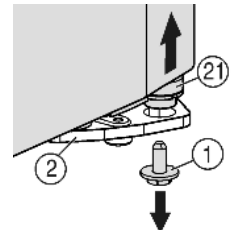
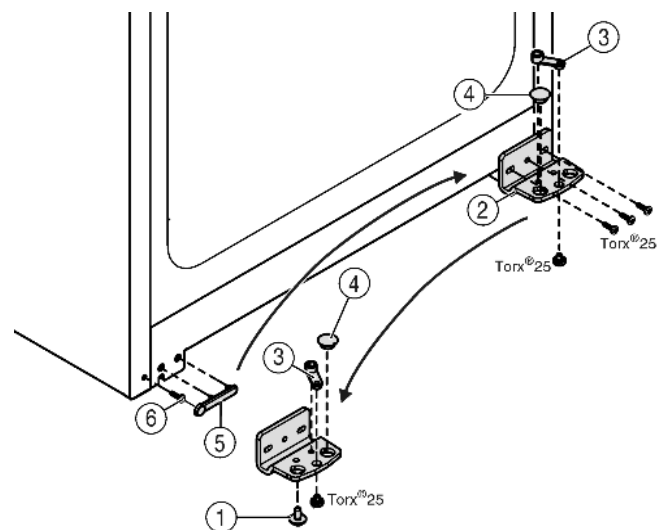

Fig. 6
Fig. 7
- ▶ Rechts onder aan de lagerbus de borgschroef Fig. 6 (1) uitdraaien.
- ▶ De lagerbout Fig. 6 (21) komt uit de lagerbus Fig. 7 (2) los.
- ▶ Indien de lagerbout Fig. 6 (21) niet kan worden losgedraaid, de bout van onderaf naar buiten drukken.
- ▶ Lagerbus Fig. 7 (2) losschroeven.
- ▶ Lagerdeel *Fig. 7 (3)* losschroeven en in het tegenoverliggende opnamegat van de lagerbus omzetten en weer vastschroeven.
- ▶ Stop *Fig. 7 (4)* uit de lagerbus verwijderen en in de tegenoverliggende opening van de lagerbus omzetten.
- ▶ Afdekking *Fig. 7 (5)* aan kant van de greep voorzichtig wegnemen.
- ▶ Schroef *Fig. 7 (6)* uitdraaien en aan de andere kant weer indraaien.
- ▶ Afdekking *Fig. 7 (5)* weer terugplaatsen.
- ▶ Lagerbus *Fig. 7 (2)* aan de nieuwe scharnierzijde evt. met behulp van een accuschroevendraaier weer **goed (met 4 Nm)** vastschroeven.
- ▶ Borgschroef *Fig. 6 (1)* onder in de lagerbout draaien en vastschroeven (**met 4 Nm**).